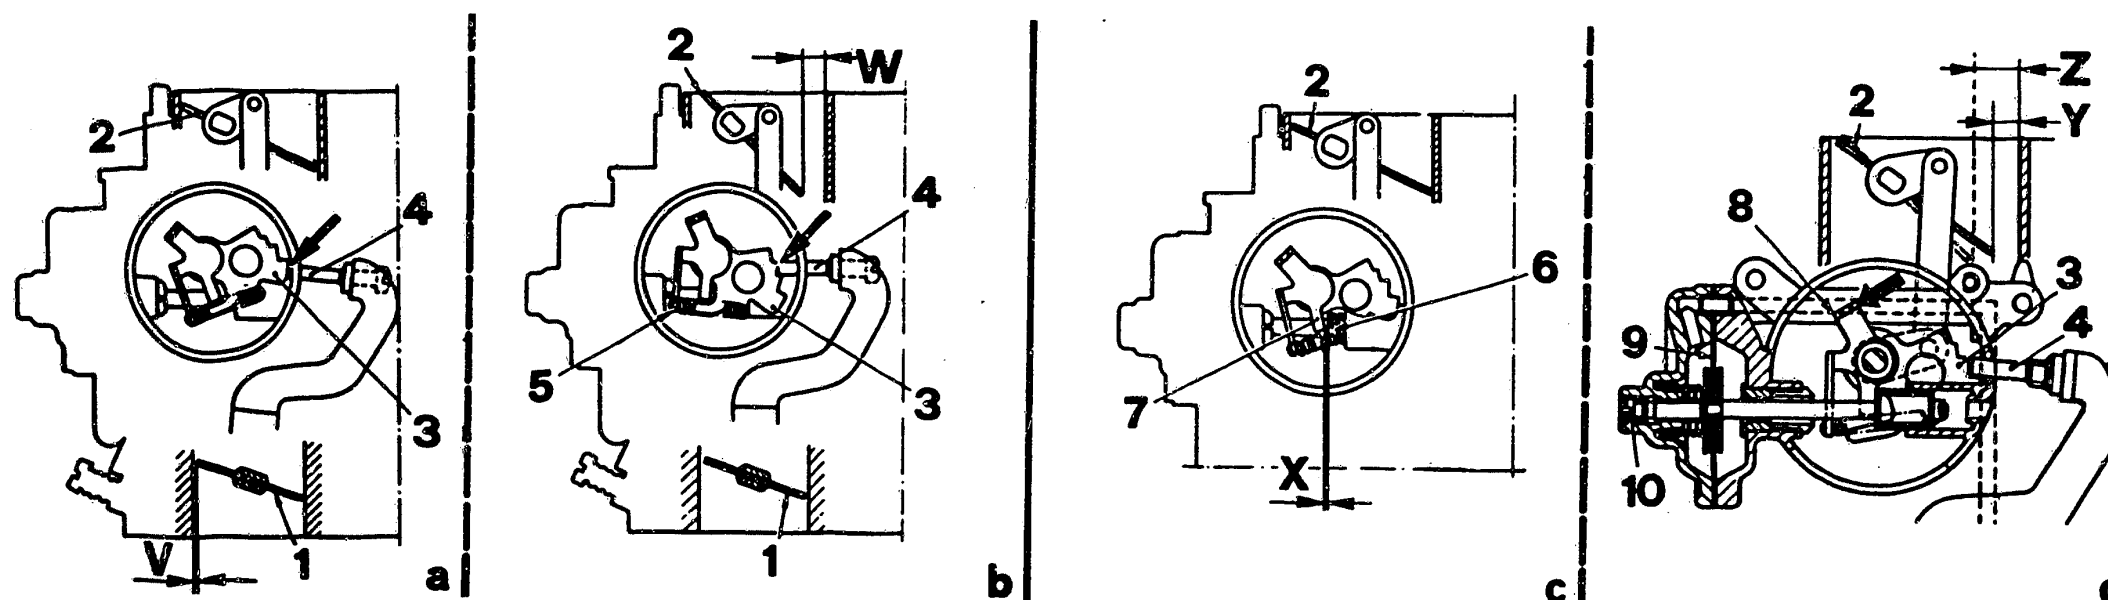

Bild 26 Weber-Vergaser: Kontrollmass V, W, X, Y und Z an der Drosselklappe (1) und Starterklappe (2). – 3 Stufenscheibe – 4 Einstellschraube Schnelleer-
b) Die Einstellung des **Schnelleerlaufs** (V in Bild 26) erfolgt bei geschlossener Starterklappe, wobei die Einstellschraube 4 auf der obersten Stufe der Raster Scheibe stehen muss. Danach ist die Öffnung der Starterklappe auf der 3. Stufe zu prüfen. Die Einstellung der Starterklappenöffnung $W = 7,75...8,25\text{mm}$ erfolgt am Ansatz des Bimetallfeder-Hebels (5), wobei der untere Wert anzustreben ist. Nach dieser Einstellung muss die Einstellschraube 4 bei ganz geöffneter Starterklappe auf der untersten (6.) Stufe stehen und bei zurückgezogenem Bimetallfeder-Hebel zurückgehen, ohne die Stufenscheibe zu berühren.
c) Zur **Abmagerung nach dem Start** wird die Chokeklappe pneumatisch geöffnet. Bei vollständig geschlossener Starterklappe muss das Spiel $X = 0,3 \dots 1,0 \text{ mm}$ betragen (Bild 26), sonst ist der Anschlag 7 zu verstellen. Bei simuliertem Kaltstart am Hebel 8 ist mit einer Unterdruckpumpe die Membrane der Abmagerungsdose (Pull-down) zu betätigen, und das minimale Öffnungsmass (Y) der Starterklappe zu prüfen. Die Korrektur erfolgt an der Einstellschraube der Membrandose. Nach dem Loslassen des Hebels 8 muss sich unter Beibehaltung des Unterdrucks das maximale Öffnungsmass (Z) einstellen. Ist dies nicht der Fall, muss die Pull-down-Membrane ersetzt werden.